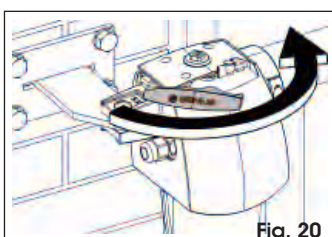

Fig. 20
2. Cierre la palanca de desbloqueo (Fig. 20).